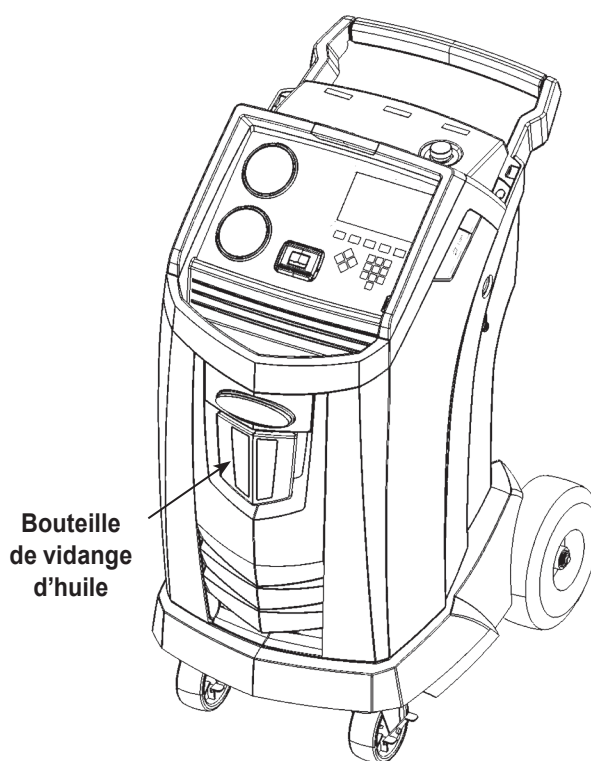

Figure 4
3. Enlevez la bouteille de vidange d'huile de la machine Robinair (voir Figure 4). Videz la bouteille d'huile et éliminez l'huile conformément aux réglementations applicables. Réinstallez la bouteille de vidange d'huile sur la machine.